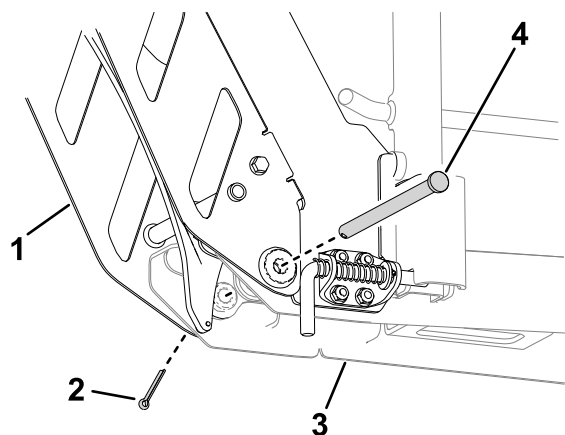

Figure 16
10. Utilisez un axe de pivot et une goupille fendue pour fixer la rampe sur la glissière (Figure 16).